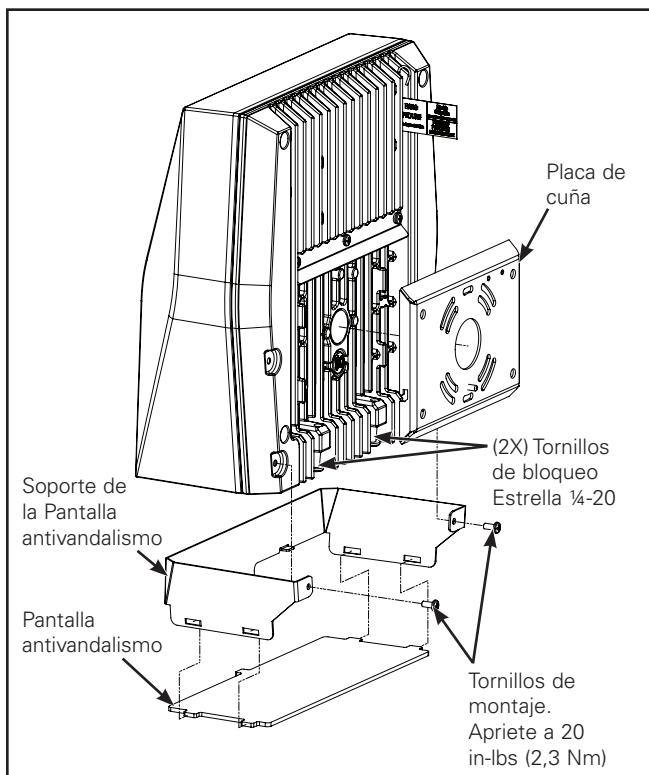
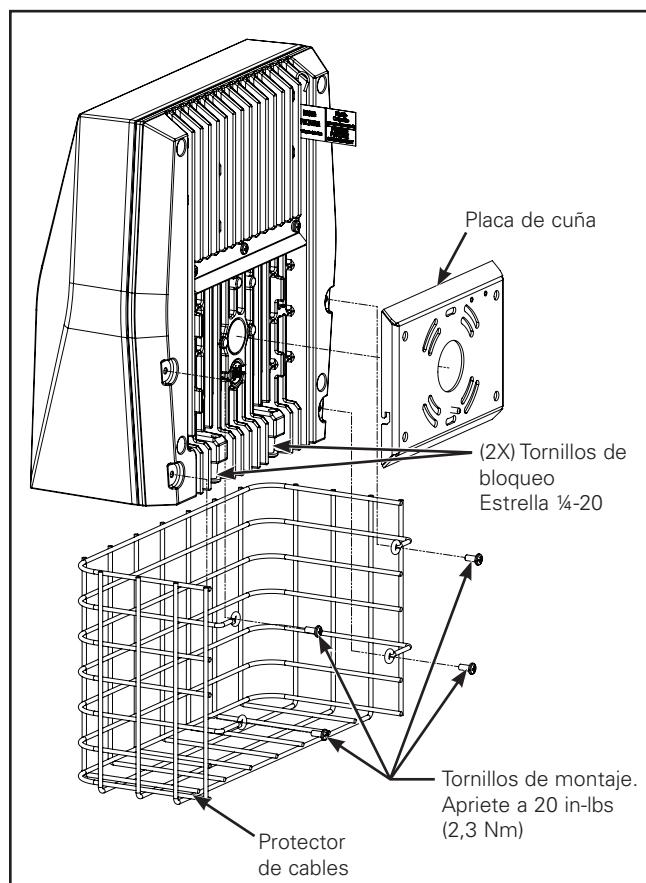

Figura 1.
Figura 2.
2. (Solo para montaje en pared) - Retire la luminaria de la pared aflojando los (2) tornillos estrella de $\frac{1}{4}$ -20 en el dispositivo (Figura 1).
5. Instale la Pantalla antivandalismo o el Protector de cables abriendo o expandiéndolo ligeramente y colocándolo sobre la luminaria (Figura 1 o Figura 2). Para la Pantalla antivandalismo, instale la lente en las ranuras (Figura 1).